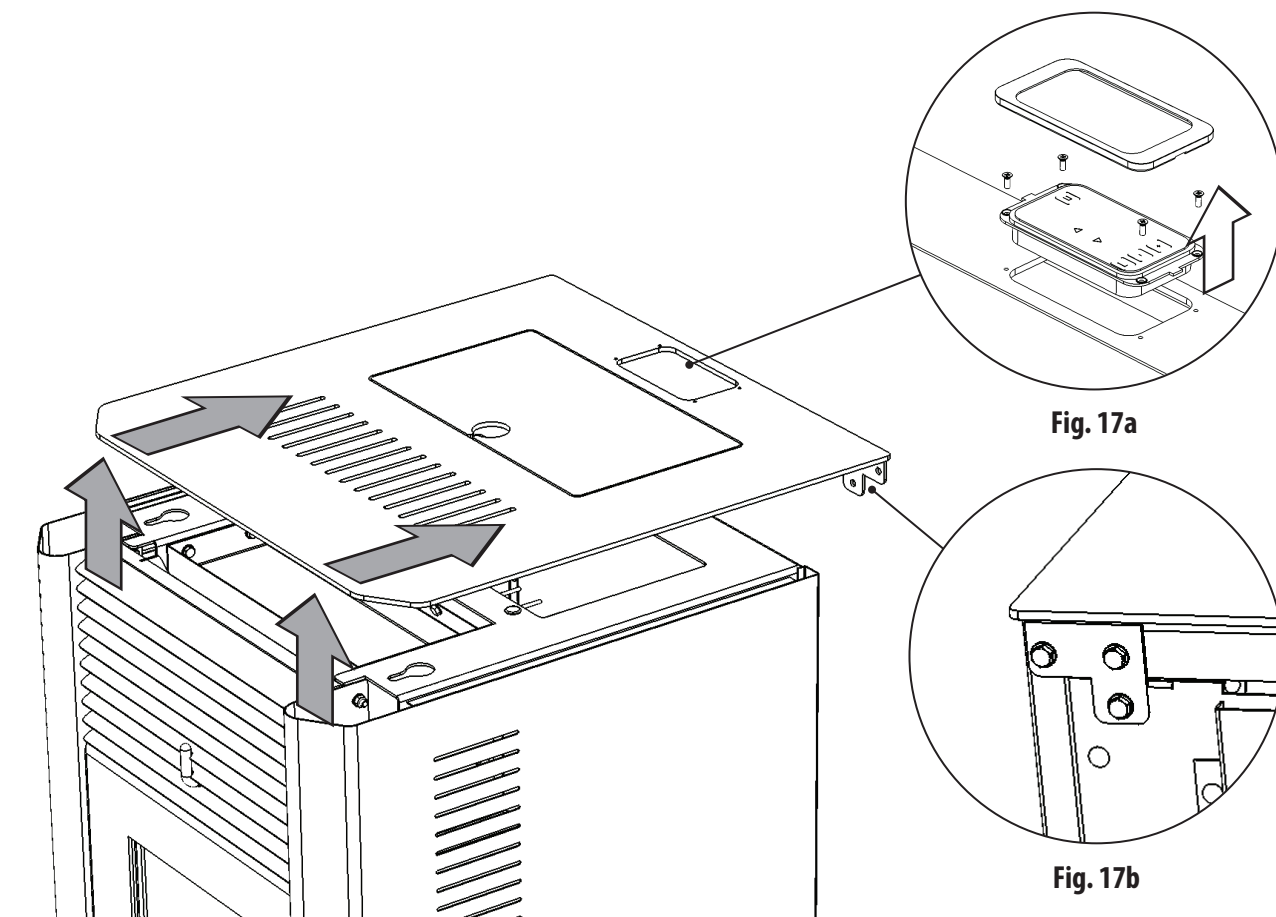

Fig. 17 Demontering av kaminens lock.
3. Ta av locket: Skruva ur sex M5 skruvar i den övre bakre sidan av kaminen: tre på vänstra och tre på den högra sidan (Fig. 17b). Skjut locket mot baksidan av kaminen tills det är löst (Fig. 17). Lyft sedan locket och ta bort det.